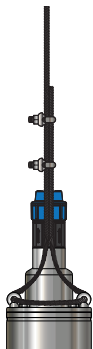

Рисунок 4
4. Протяните трос через две проушины в крышке насоса и зафиксируйте зажимами* (рисунок 4).